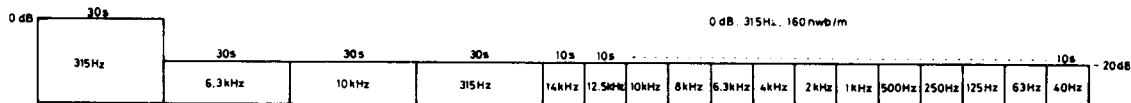

Fig. 10-4 Fréquences enregistrées sur la bande d'étalonnage STD-331B
- STD-331B : Réglages de lecture (voir la Fig. 10-4)